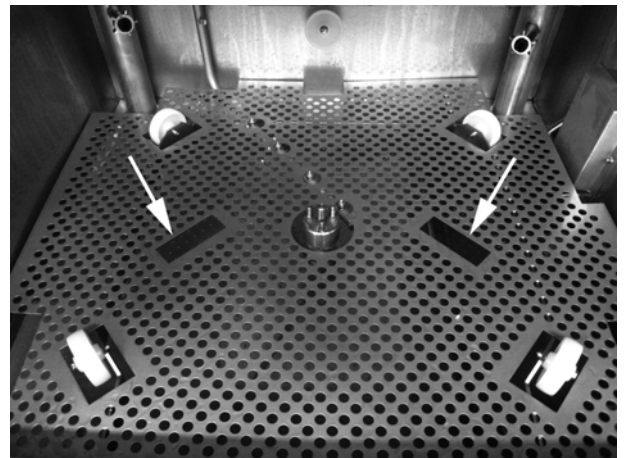

Abbildung 2: Tankgitter
2. Die Tankgitter einsetzen (Abbildung 2 Tankgitter).